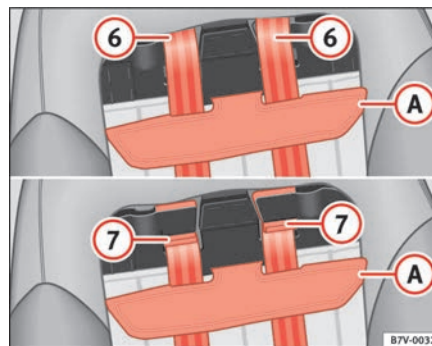

Abb. 36 Ausschnitt aus dem integrierten Kindersitz: Gurtbandverlauf ändern
- Ziehen Sie die Auflage im oberen Bereich ⇒ Abb. 36 (A) vom Klettverschluss nach vorne ab.
- Für größere Kinder führen Sie die beiden Gurte in den seitlichen Schlitz in die obere Position (6).
- Schieben Sie anschließend die Auflage (A) unter die Gurte und drücken Sie die Auflage fest ⇒ ⚠.
Die Auflage ⇒ Seite 56, Abb. 36 (A) muss im Bereich des Klettverschlusses so an den Sitz gedrückt werden, dass sich die Gurte in den Schlitzen frei bewegen können. ■